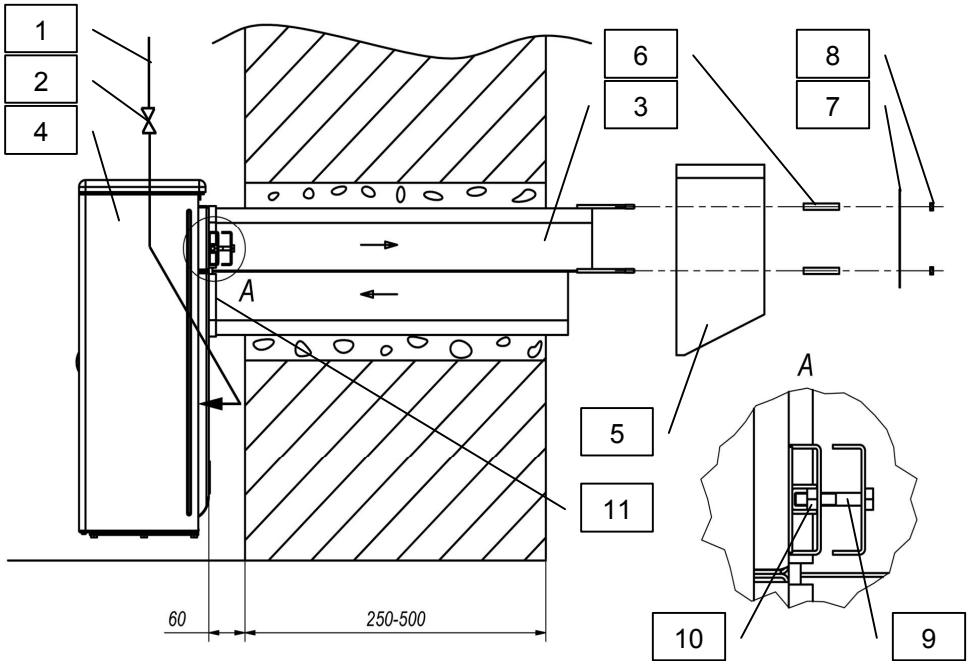
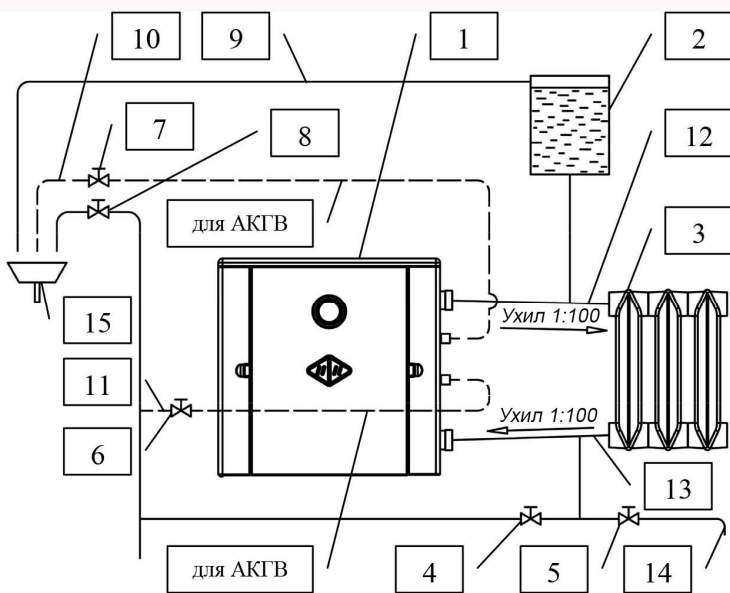

Рис.6 - монтаж апарата з вітрозахистом
Рис.7 - монтаж апаратів АОГВ і АКГВ
6.7 В зовнішній стіні будівлі пробийте проріз 260мм x 260мм для труби рис.6, поз.3, і отвори під анкера, керуючись вимогами, викладеними в п.6.3 і 6.4.
під'єднати трубу до апарата за допомогою болтів 9 і гайок 10 (рис.6), навісити апарат з трубою на анкери, витримуючи розмір 60мм. з ухилом труби назовні приблизно 6мм. Зафіксувати трубу в цьому положенні дерев'яними клинами, уникаючи її деформації. Від'єднати апарат від труби. Заповнити порожнину між трубою і стінками пробитого прорізу цементним розчином. Після затвердіння розчину укласти в канавки на задній стінці апарата шнур ущільнювальний рис.6, поз.11, попередньо змочивши його водою. Провести навіску на анкери і стикування апарата через ущільнювальний шнур з трубою, з'єднати їх остаточно між собою болтами 9 і гайками 10.
6.8 Установку вітрозахисного пристрою виконати відповідно з рис.6, в такій послідовності:
6.9 Відповідно до рис.7, підключіть апарат АОГВ до системи опалення, а апарат АКГВ - і до системи гарячого водопостачання. На газопідвідній трубі перед апаратом обов'язково повинен бути встановлений газовий кран (рис.6,
6.10 Заповніть систему опалення і апарат водою від водопровідної мережі повільним відкриттям вентиля рис.7, поз.4. Контроль заповнення системи здійснюється по сигнальній трубці рис.7, поз.9.